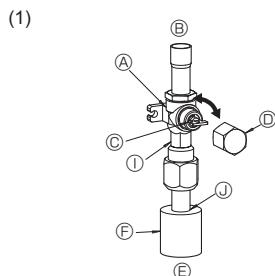
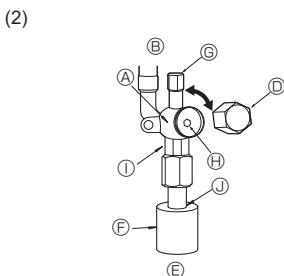

Fig. 4-6
Fig. 4-7
- (1) Gaz tarafı (Fig. 4-6)
- ① Kapağı çıkarın, kolu kendinize doğru çekip saat yönünün tersine 1/4 devir çevirerek açın.
- ② Stop valfinin tamamen açık olduğundan emin olun, kolu içeri itin ve başlığı çevirerek tekrar ilk konumuna getirin.
- (2) Sıvı tarafı (Fig. 4-7)
- ① Başlığı çıkarın ve 4 mm'lik bir altigen somun anahtarıyla vana çubuğuğu giddebileceği yere kadar saat yönünün tersine döndürün. Tampona dayanınca döndürmeye son verin.